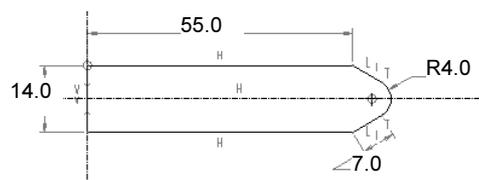

图 2.13.15 最终图形
(2) 用同样的方法修改其余的尺寸值, 完成后的图形如图 2.13.15 所示。